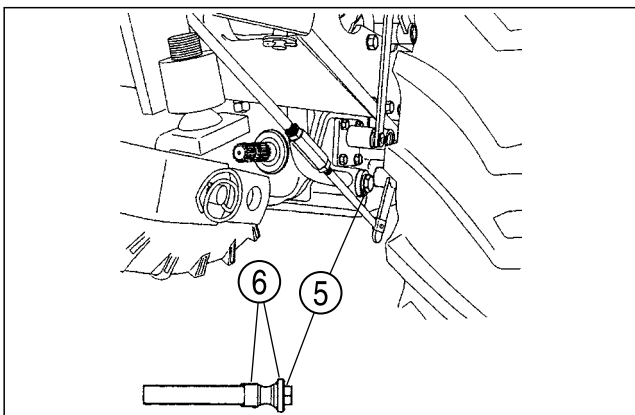

FIG. 5-19
FIG. 5-19 : Pour nettoyer le filtre d'aspiration de la transmission (5), vidangez l'huile et déposez la roue arrière gauche. Dévissez le filtre et nettoyez la crépine du filtre dans du solvant ou du kérosène, séchez-le soigneusement et remettez-le en place. Veillez à ne pas endommager les joints toriques (6). Appliquez du mastic d'étanchéité sur le filetage du bouchon de vidange et remettez-le en place. Faites le plein du système avec de l'huile propre au niveau indiqué.